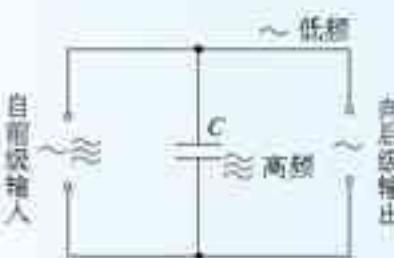

图 5.3.8 高频旁路电容器
- 在电子技术中，从某一装置输出的交流常常既有高频成分，又有低频成分。如果只需要把低频成分输出送到下一级装置，可以在下一级电路的输入端并联一个电容器（图 5.3.8）。这样，进入下一级的高频成分就很少了。这种电容器叫做高频旁路电容器。说一说，这个电容器怎样起到高频旁路的作用。